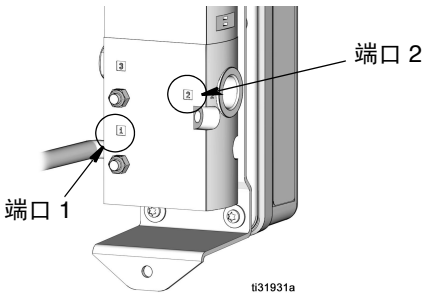

图 24
3. 断开供气管路与电磁阀 (14) 上 1 号端口的连接，以及泵气管路与 2 号端口的连接（图 24）。